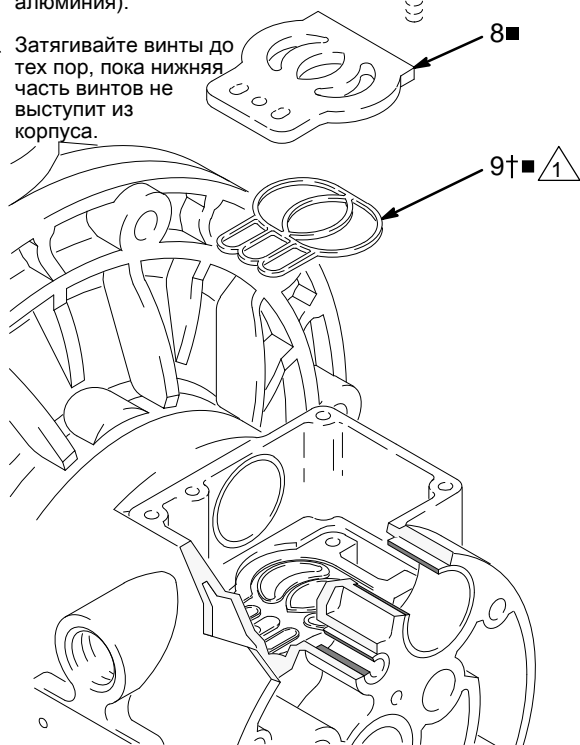

Рис. 9
5. Осмотрите пластину (8■), клапана, не снимая ее. Если пластина повреждена, выверните три винта (3) с помощью звездообразного ключа Torx (T20) или торцевого ключа 7 мм (9/32 дюйма). Снимите пластину клапана (8■), в моделях с центральным корпусом из алюминия извлеките уплотнение (9). См. Рис. 9.
2. В моделях с центральным корпусом из алюминия вставьте уплотнение пластины клапана (9†■) в паз на нижней стороне углубления клапана. Закругленная сторона уплотнения **должна быть обращена вниз** в канавке. См. Рис. 9.
3. Установите пластину клапана (8■) в полость. В моделях с центральным корпусом из алюминия пластина является обоюдно, поэтому вверх может быть обращена любая сторона. Заверните три винта (3) с помощью звездообразного ключа Torx (T20) или торцового ключа 7 мм (9/32 дюйма). Затягивайте винты до тех пор, пока нижняя часть винтов не выступит из корпуса. См. Рис. 9.